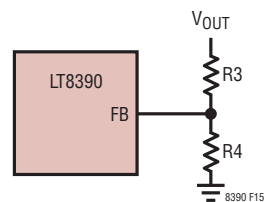

図15. 帰還抵抗の接続
LT8390には、定電圧出力をプログラムするために使用できる電圧帰還ピンFBがあります。出力電圧は、次式に従ってR3とR4の値を選択すれば設定できます(図15)。
- C_{IN} 、スイッチA、スイッチB、および D_B を一箇所に密集させて配置します。 C_{OUT} 、スイッチC、スイッチD、および D_D を一箇所に密集させて配置します。レイアウトの一例を図15に示します。